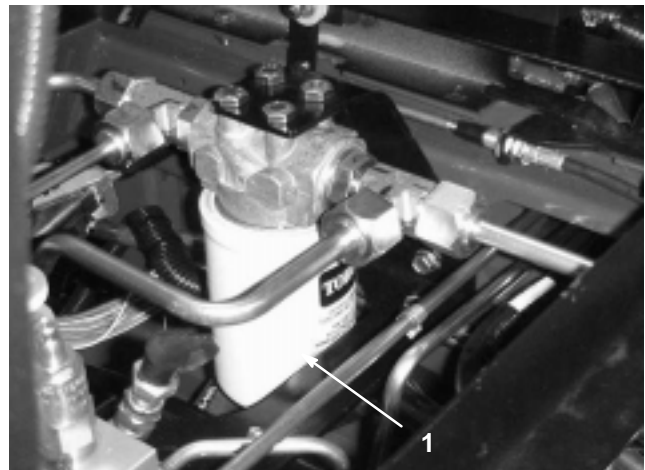

Bild 41
2. Reinigen Sie den Anbaubereich des Filters. Stellen Sie ein Auffanggefäß unter den Filter (Bild 41 und 42) und entfernen diesen.